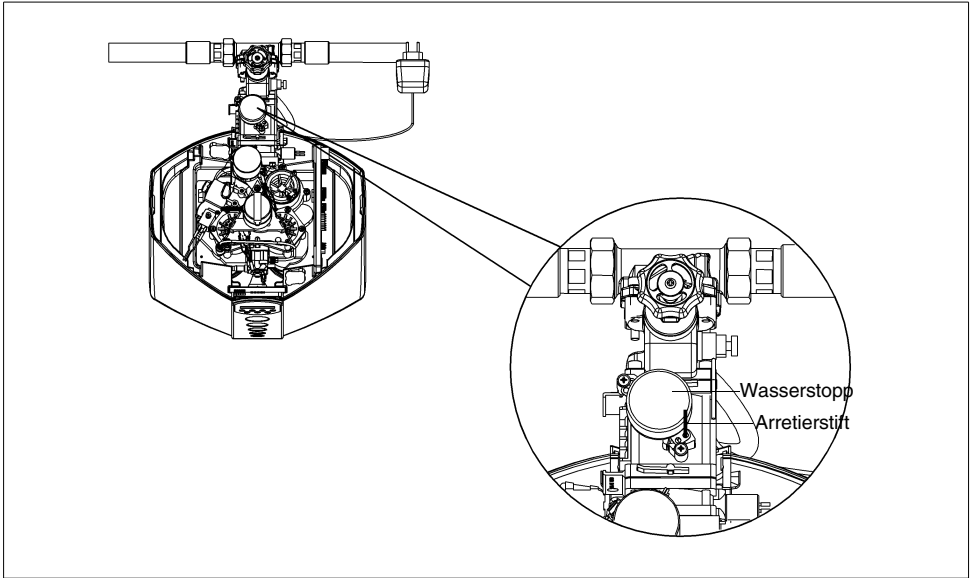

Abb. 22: Wasserstopp
- Roten Arretierstift entfernen. (siehe Abb. 22)